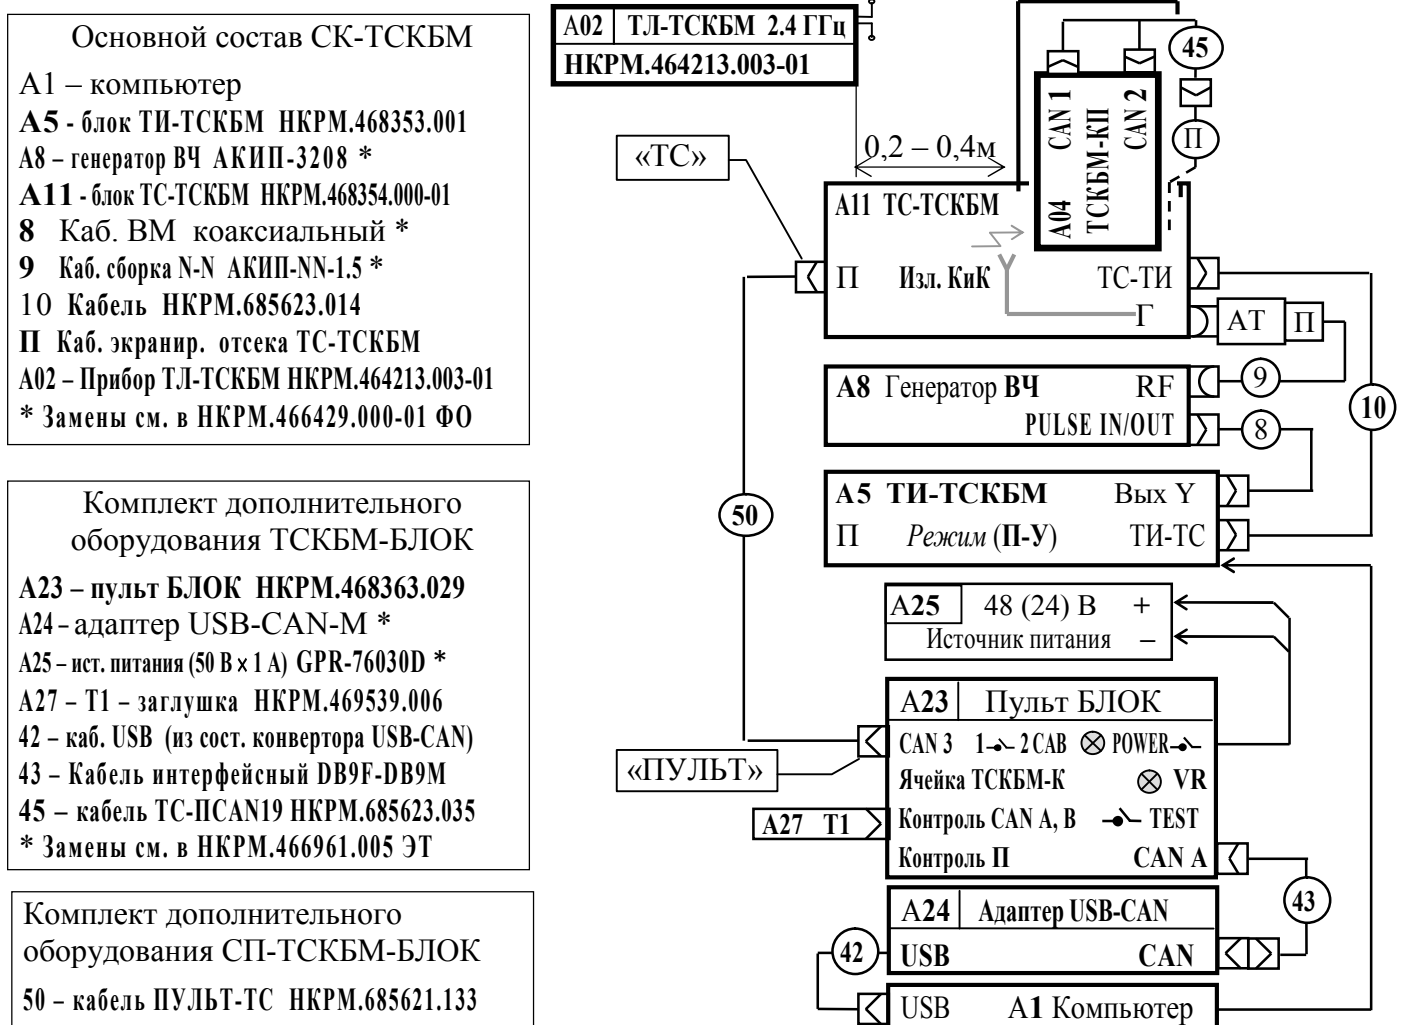

Рисунок 2.4.14.7 - Схема проверки СВЧ части блока ТСКБМ-КП всех исполнений
- 3) Установите блок ТСКБМ-КП в экранированный отсек блока ТС-ТСКБМ и подключите его с использованием кабеля ТС-ПСАН19 к кабелю П отсека, см. рисунок 2.4.14.7. Дверца экранированного отсека закрывается и запирается винтами на дверце. Убедитесь, что напряжение источника питания А25 соответствует исполнению блока ТСКБМ-КП и включите пульт БЛОК, установкой тумблера «POWER» в положение «1».